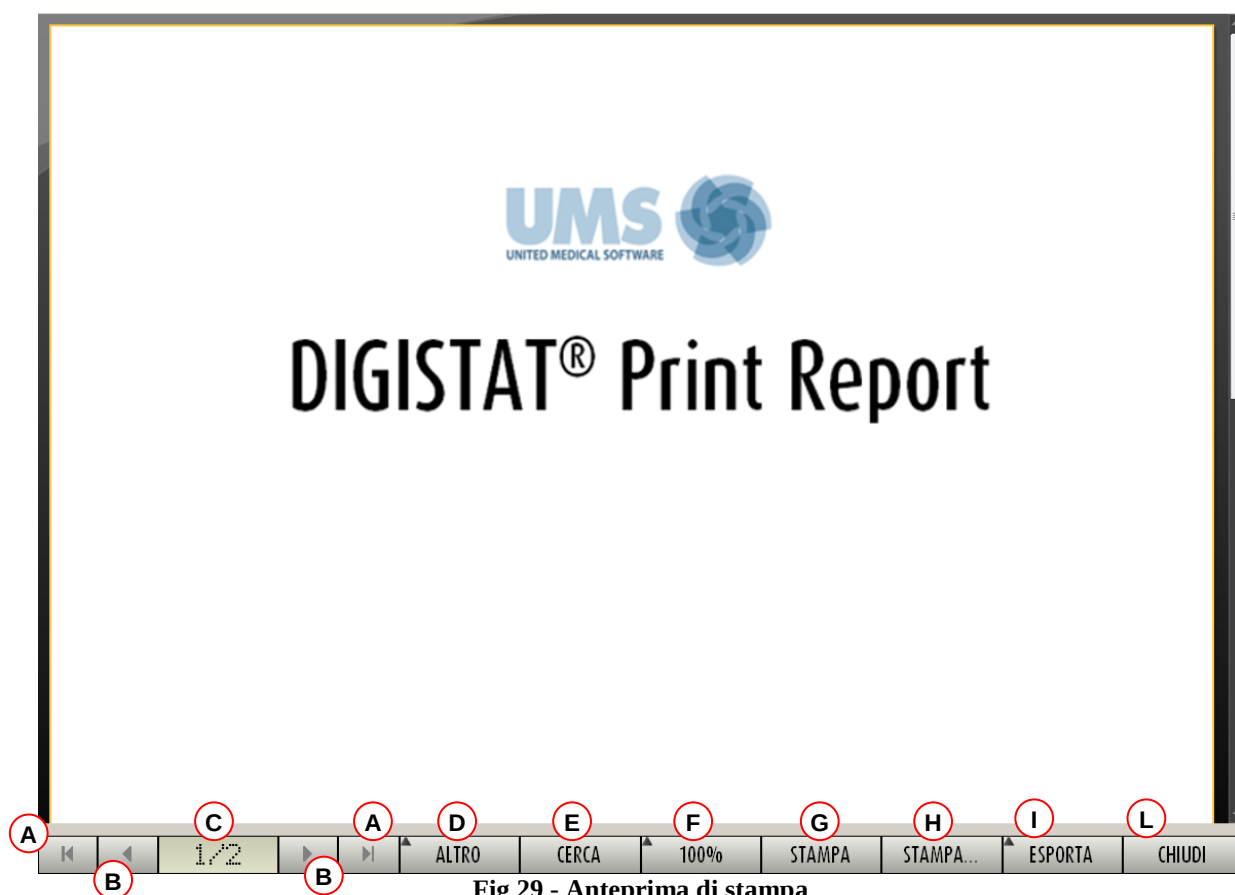
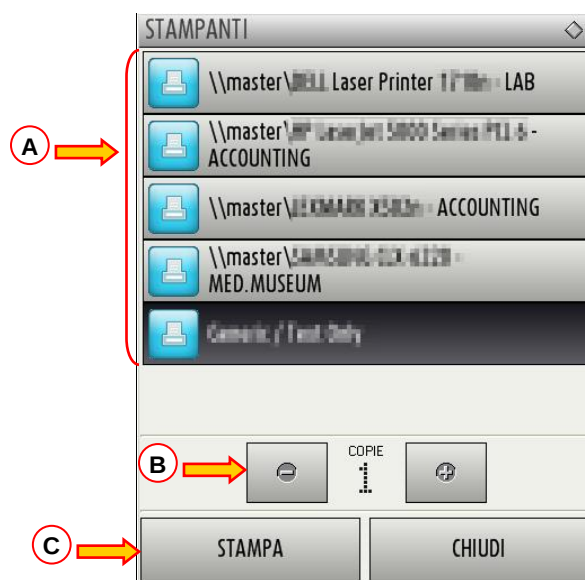

Fig 29 - Anteprima di stampa
Fig 36
Si aprirà una schermata di anteprima di stampa del documento configurato (Fig 29).
A - I pulsanti  e  (Fig 29 A) permettono di portarsi all'inizio e alla fine del documento.
B - I pulsanti  e  (Fig 29 B) permettono di visualizzare la pagina precedente e la pagina successiva.
C - Il display  (Fig 29 C) indica il numero della pagina correntemente visualizzata.
D - Il pulsante  (Fig 29 D) permette di utilizzare eventuali opzioni aggiuntive di gestione delle stampe (in questa configurazione è possibile aggiungere una filigrana - si veda il paragrafo 7.5.2.1 per una descrizione di queste opzioni).
E - Il pulsante  (Fig 29 E) permette di operare una ricerca all'interno del documento visualizzato. Si veda il paragrafo 7.5.2.2 per la procedura.
F - Il pulsante  (Fig 29 F) è uno zoom che permette di cambiare la modalità di visualizzazione. Si veda il paragrafo 7.5.2.3 per le opzioni disponibili.
G - Cliccare il pulsante  (Fig 29 G) per stampare il documento.
H - Cliccare il pulsante  (Fig 29 **H**) per aprire la finestra di opzioni di stampa (Fig 36). Tale finestra permette di selezionare la stampante da usare e il numero di copie. Si veda il paragrafo 7.5.2.4 per la descrizione di tale finestra.
I - Il pulsante  (Fig 29 **I**) permette di esportare i contenuti del documento in diversi formati. Si veda il paragrafo 7.5.2.5 per la procedura.
L - Il pulsante  (Fig 29 **L**) chiude l'anteprima di stampa.
Il pulsante  (Fig 29 E) permette di operare una ricerca all'interno del documento visualizzato.
Il pulsante  (Fig 29 F) è uno zoom che permette di cambiare la modalità di visualizzazione.
- Cliccare il pulsante  (Fig 29 H) per aprire la finestra di opzioni di stampa (Fig 36)
- Cliccare l'opzione desiderata sul menu per selezionare la stampante (Fig 36 A).
- Impostare il numero di copie da stampare attraverso i pulsanti  (meno una copia) e  (più una copia) - Fig 36 B.
- Cliccare il pulsante  (Fig 36 C) per stampare il documento.
Il pulsante  (Fig 29 I) permette di esportare i contenuti del documento in diversi formati.